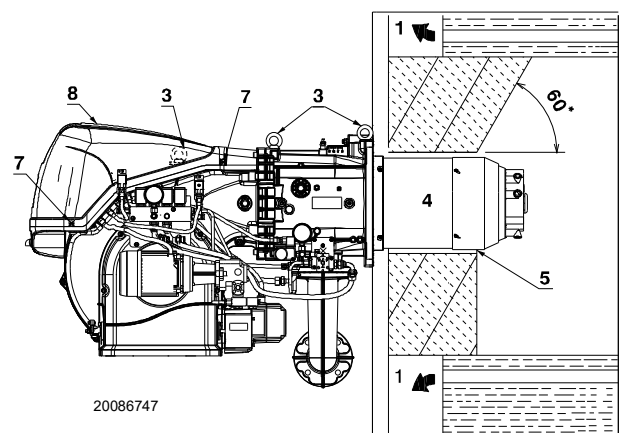

Abb. 14
Für Heizkessel mit vorderem Abgasumlaufsystem 1)(Abb. 14) oder mit Flammenumkehrkammer muss eine Schutzschicht aus feuerfestem Material 5) zwischen feuerfestem Material des Kessels 2) und Flammrohr 4) vorgesehen werden.
Durch Einhaken an den Ringen 3)(Abb. 14) ein angemessenes Hebesystem vorbereiten, nachdem die Befestigungsschrauben 7) der Verkleidung 8) entfernt wurden.
- Den beige packten Hitzeschutz am Flammrohr 4)(Abb. 14) einpassen.